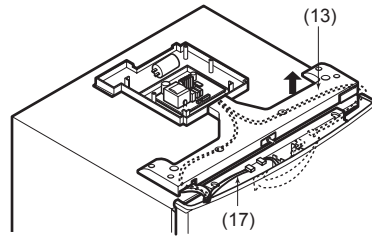

Рис. 5
- Переместите жгут проводов (17) рис. 5 на противоположную сторону крышки (13) рис. 5.